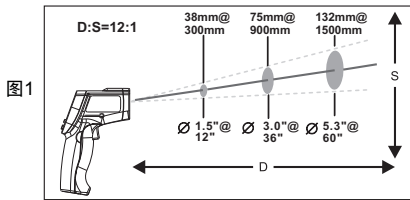

图1
- 1、使用本机测量温度时, 要注意考虑距离与测量区 域大小之间的比率(简称物距比)。当本机与被测物体的距离增大时, 测量区域也会相应增大。(本机物距比为12:1, 见图1), ***本机配有定位激光用于瞄准被测物体表面。